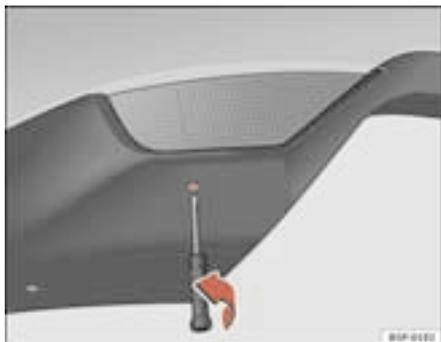

Fig. 189 Farolim montado no pára-choques visto por baixo
- Introduza a chave de fendas com ponta de estrela na orifício da parte inferior do farolim e desenrosque o parafuso no sentido da seta. ⇒ fig. 189.